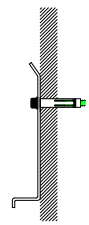

图2
3. 如图2: 将支架固定到安装面上, 可以利用支架上的腰圆孔小幅度调整灯光投射方向;